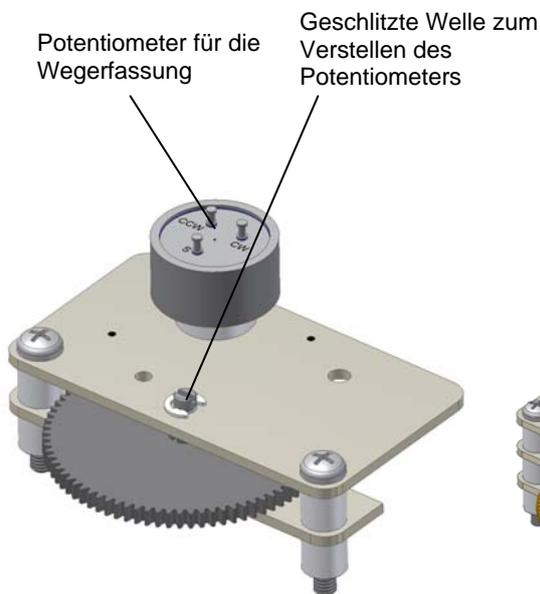
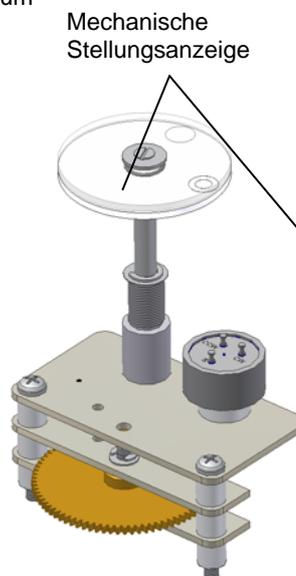
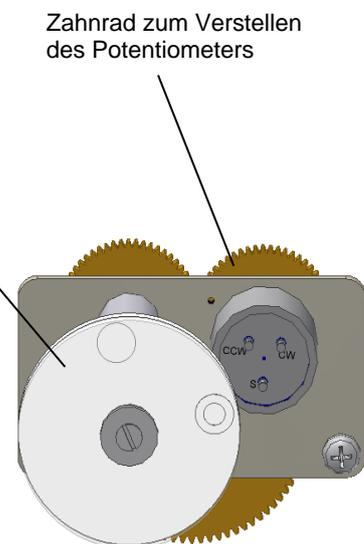
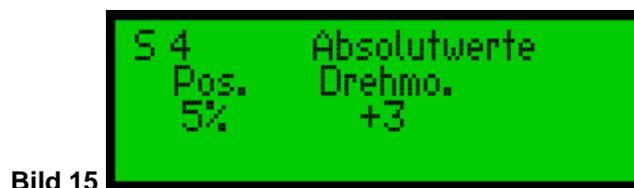

Bild 12
Bild 13
Bild 14
Bild 15
- Bei Fernsendergetrieben ohne mechanische Stellungsanzeige die geschlitzte Welle (siehe Bild 12) mit einem Schraubendreher gegen den Uhrzeigersinn vorsichtig drehen bis die Anzeige „Pos.“ auf 5% steht. (siehe Bild 15)
- Bei Fernsendergetrieben mit mechanischer Stellungsanzeige das Zahnrad (siehe Bild 13 u. Bild 14) gegen den Uhrzeigersinn vorsichtig drehen bis die Anzeige „Pos.“ auf 5% steht (siehe Bild 15)